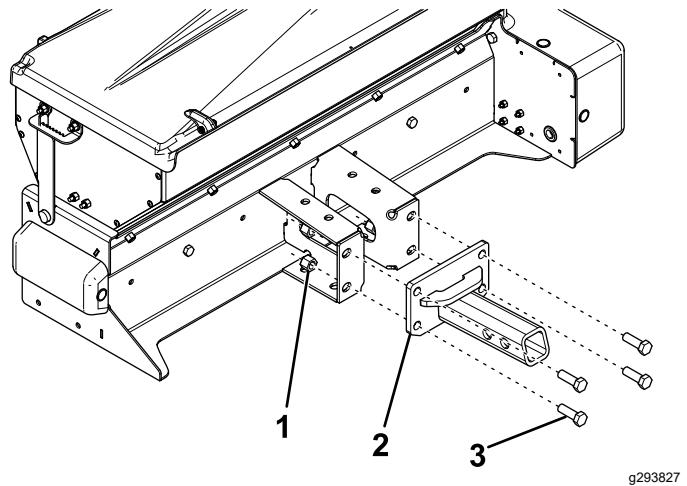

图 7
1. 用 4 个螺栓 $\frac{3}{8}$ 英寸和锁紧螺母将挂接板的顶部松松地连接到撒布机上 图 7。
2. 用 4 个螺栓 $\frac{1}{2} \times 1\frac{1}{2}$ 英寸和锁紧螺母将挂钩连接至挂接板和撒布机上 图 7。